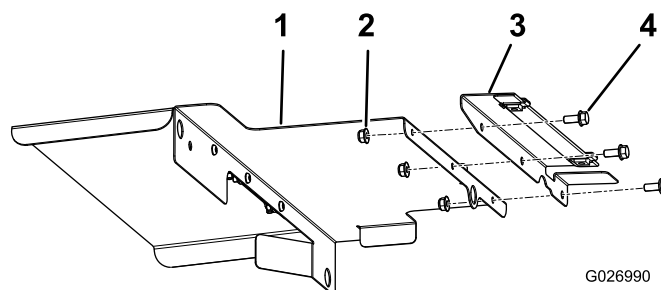

Figura 19
4. Instale o resguardo da cobertura esquerda na cobertura esquerda (Figura 19).